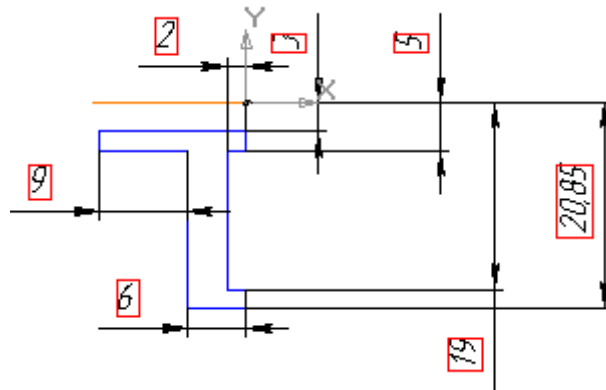

Рисунок 1.2 – Ескіз заготовки зубчастого колеса
2. Побудуйте ескіз згідно з рис. 1.2: